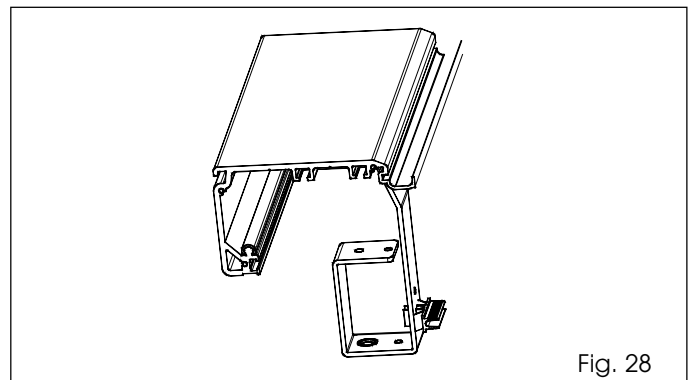

Fig. 28
- Fije la brida de soporte del pomo del desbloqueo interno al otro extremo del travesaño (situado por la parte del grupo motor) considerando las cotas de las figuras 4, 5 y 6, tal y como se indica en la fig. 28. La brida de soporte del pomo de desbloqueo interno debe montarse siempre, aunque no se utilice el bloqueo motor.